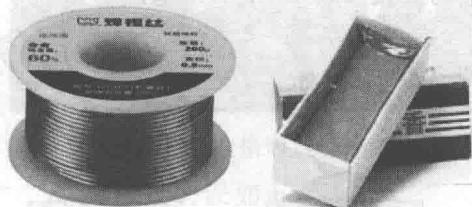

图1.11 焊锡和松香助焊剂
焊接需要的工具包括:恒温烙铁、焊锡丝、助焊剂、镊子、抽风机、吸锡带、高温海绵。助焊剂的作用是:①去除金属表面的氧化物;②去掉金属表面的杂质或污垢;③防止金属表面再次氧化。图1.11为焊锡和松香助焊剂。